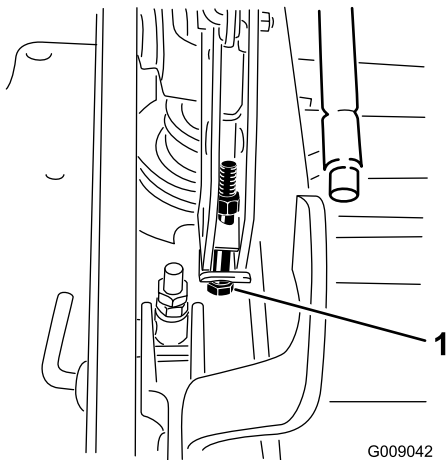

**Figura 88**
- Para ajustar el sistema de ajuste de un solo punto, afloje los dos pernos situados cerca del borde inferior de la pletina de altura de corte. Consulte Figura 88.
14. Apriete los dos pernos situados cerca del borde inferior de la pletina de altura de corte (Figura 88). Apriete a 37–45 Nm (27–33 pies-libra).